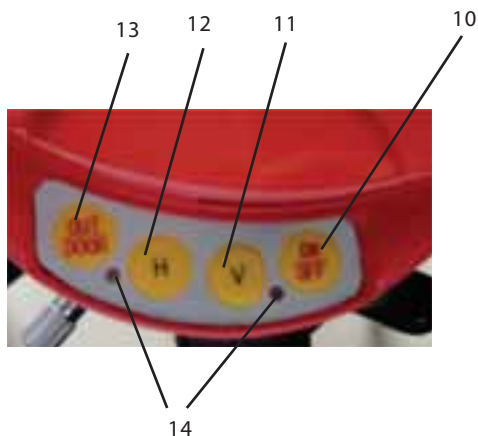

Fig. 3 : Récepteur laser « Line Tracer »
- Vous pouvez activer ou désactiver la ligne horizontale au moyen de la touche « H » (12).
- Avant que vous placiez l'appareil sur un statif, vous devez monter l'adaptateur pour statif (9) sur l'appareil (6) ; ne choisissez qu'un statif avec un filetage 5/8.
- En cas de grande intensité lumineuse sur lieu de travail, p. ex. lors de travaux à l'extérieur, il peut être nécessaire d'utiliser le récepteur laser FIG3.
- Dès que l'appareil se trouve dans sa plage de nivellement, vous pouvez activer les lignes laser verticales au moyen de la touche « V » (11). Celles-ci forment un angle droit (90°) entre elles.
- Pour le positionnement de la ligne verticale, vous pouvez utiliser le boîtier pivotant (3), la plaque de fond réglable (7) et le réglage fin (4).
- Le réglage fin (4) permet même de placer avec grande précision et rapidement le rayon laser sur votre marquage à grande distance.